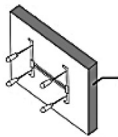

Abb. 2
2. Bohren Sie vier Löcher in die Wand, analog den Bohrungen am vertikalen Gestänge des Rahmens. Stecken Sie die mitgelieferten Dübel in die Wandbohrungen und schrauben Sie mit Hilfe eines Schraubenziehers den Rahmen mit den mitgelieferten Schrauben in die Dübel bzw. in die Wand. (Abb. 2)
- A) Drücken Sie „+“ in der rechten, oberen Ecke, wie in **Abb. 2** gezeigt.